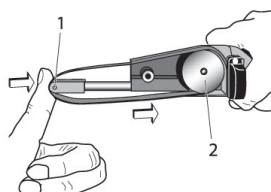

Fig. 4
1. Pressionar em direcção axial sobre o rolo esticador **1** (Fig. 4) e retirar a fita de lixa do rolo impulsor (2).
2. Em primeiro lugar, colocar a nova fita de lixa à volta do rolo esticador (1). Depois, pressionar o rolo esticador para trás e colocar a fita sobre o rolo impulsor (2).